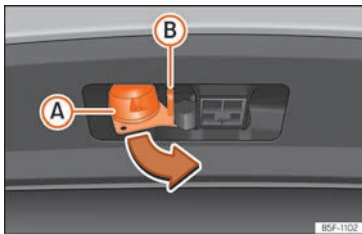

Abb. 271 13-polige Steckverbindung drehen
- Halten Sie die Steckverbindung im Bereich **(A)** und ziehen Sie sie in Pfeilrichtung heraus **»» Abb. 271**.
- Öffnen Sie die Abdeckung der Steckverbindung **(A)** und verbinden Sie den Anhänger **»» Abb. 271**.
- Hängen Sie das Halteseil des Anhängers in die Sicherheitsöse ein **»» Abb. 271 (B)**. Beim Einhängen muss das Halteseil in allen Anhängerspositionen zum Fahrzeug **durchhängen** (scharfe Kurven, Rückwärtsfahrt usw.).